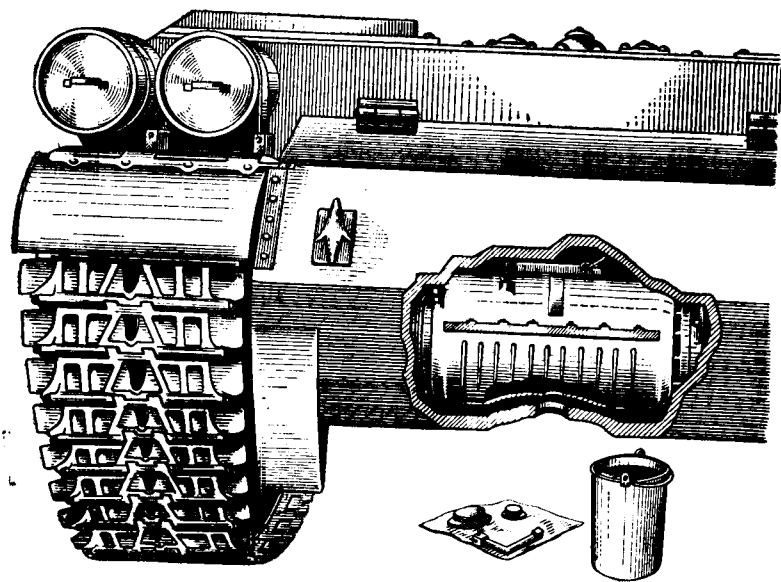

Рис. 10. Отверстия для слива масла из картера механизма передач и поворотов
1. Отвернуть пробку в днище танка (рис. 10).